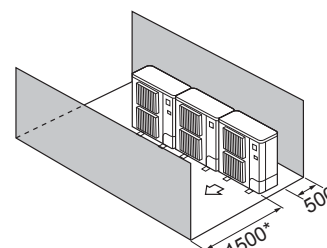

Fig. 2-12
- ④ Solo ostacoli anteriori e posteriori (Fig. 2-12)